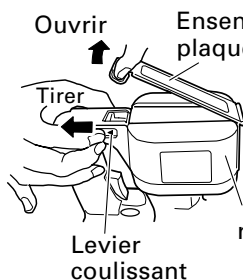
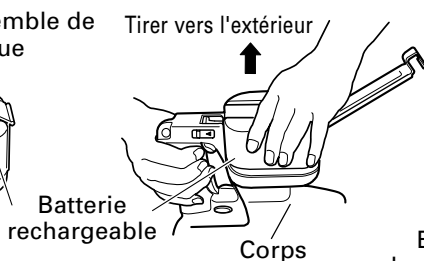

Fig. 3
Fig. 4
1. Retourner le corps à envers et le tenir fermement. Puis, ouvrir l'ensemble de plaque tout en tirant sur le levier coulissant. (Fig. 3) Pour retirer la batterie, tirer dessus tout en tenant étroitement le corps. (Fig. 4)